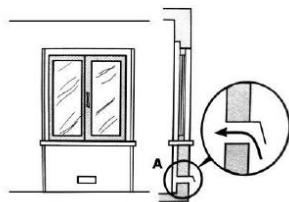
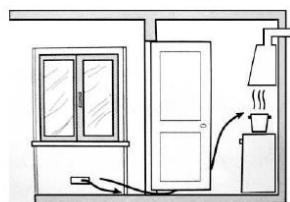

Fig.3
Fig.4
- Das lufteinlassloch für die belüftung muss groß genug sein, um einen luftstrom von mindestens $2 \text{ m}^3 / \text{h}$ pro kw installierter wärmekapazität zu ermöglichen. Der außenlufteinlasskanal für die belüftung muss mindestens 100 cm^2 groß sein und darf nicht leicht verstopt werden. Gasgeräte ohne sicherheitsvorrichtungen müssen eine belüftung aufweisen, die das doppelte volumen eines geschützten geräts beträgt. Zum beispiel ein minimum von 200 cm^2 (Fig. 3), eine andere option (weniger ratsam) wäre die verwendung eines angrenzenden raums mit belüftungseinlass (Fig. 4). In diesem fall muss die tür im unteren teil ausreichend spiel haben, um zu ermöglichen belüftung auch im geschlossenen zustand.